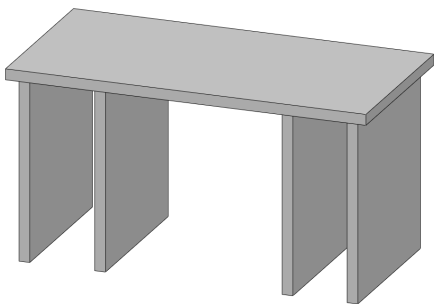

图 15-20 创建拉伸凸台特征
(2) 退出草图绘制环境，弹出【凸台-拉伸】属性管理器，设置【深度】为 3，单击【确定】按钮，创建拉伸凸台特征，如图 15-20 所示。